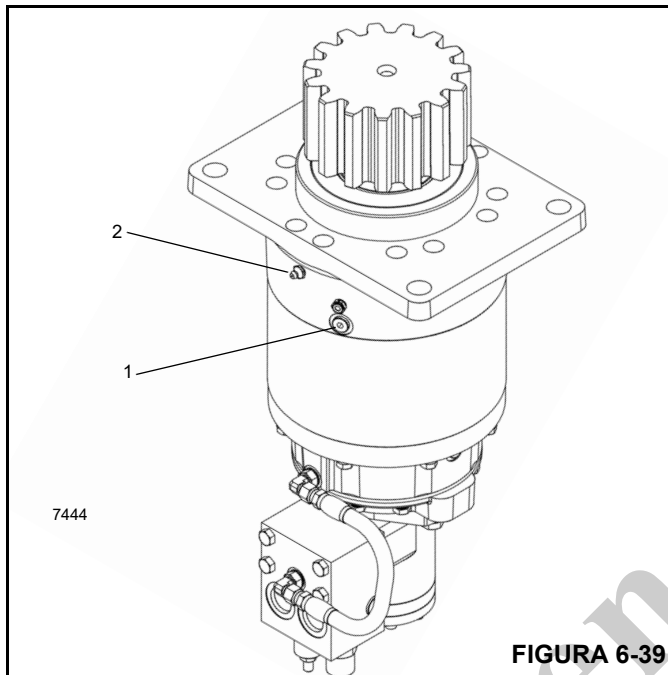

FIGURA 6-39
1. Limpe em torno do bujão de inspeção da caixa de engrenagens de giro (1, Figura 6-39) e remova-o.
4. Aplique uma graxa E.P. para rolamentos à base de lítio Nº 2 à graxeira (2, Figura 6-39) na caixa de engrenagens.